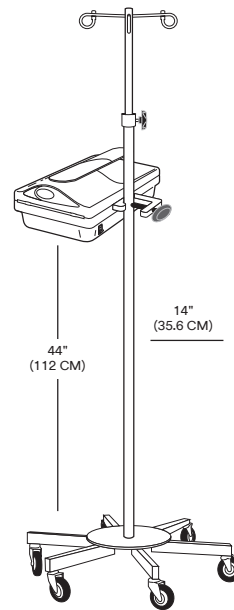

Рисунок 3.
1. Прикрепите устройство для подогрева крови/растворов Ranger к инфузионному штативу. Надежно затяните зажим крепления к штативу (см. рисунок 3).